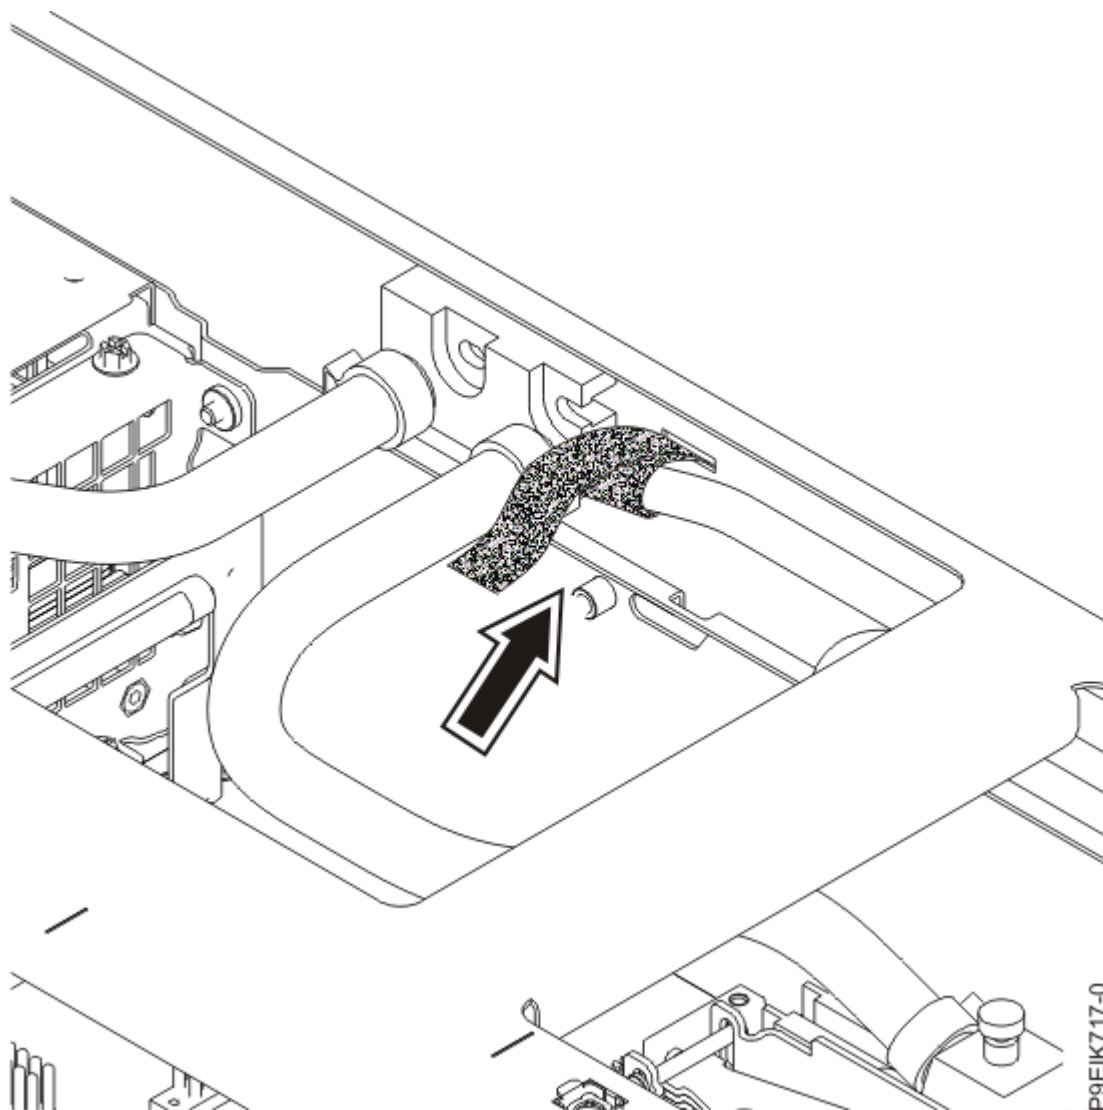

Figura 19. Fijación de la parte frontal del conducto lateral
16. En la parte frontal del sistema, levante el conducto lateral. Sujételo por las patillas y fije la parte frontal del conducto lateral a la portadora de instalación de la placa refrigeradora, tal como se muestra en la Figura 19 en la página 23.